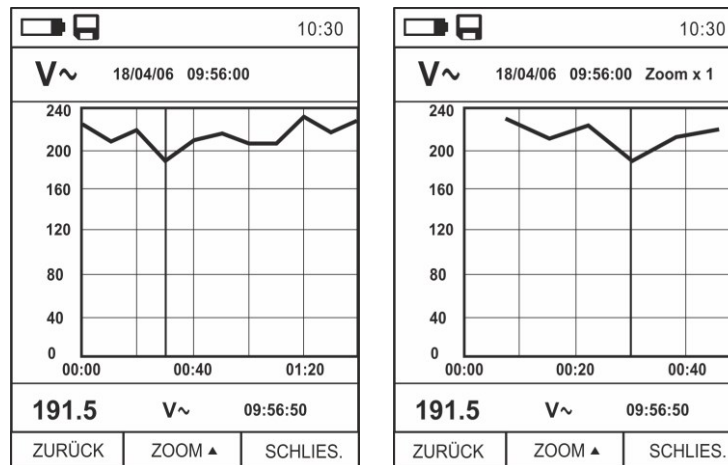

Abb. 35: Data Logger Funktion – Anzeige des Graphs der Aufzeichnung
17. Drücken Sie die Taste **MODE (TENDEN.)**, um den Graph der Aufzeichnung im Display und den entsprechenden Trend im Zeitablauf anzuzeigen (Trend). Die Bildschirmseite in Abb. 35 – linke Seite erscheint im Display.
19. Drücken Sie die Taste ▲ (**ZOOM**) zur Aktivierung (wenn verfügbar) des Zooms von den Werten auf dem Graph (siehe Abb. 35 – rechte Seite), um die Auflösung zu erhöhen. Die Angabe "Zoom xY" wo Y = max Zoom erscheint auf der Oberseite des Displays. Es ist möglich, Zoom X1 für mindestens 10 Messpunkte, X2 für mindestens 20 Messpunkte, X3 für mindestens 40 Messpunkte usw. durchzuführen, für max 6 Zoom-Operationen.